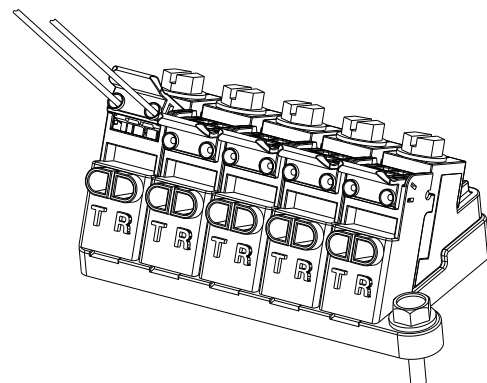

Figure 3
3. Soulever le basculeur en position verticale et bien insérer les conducteurs (Figure 3).